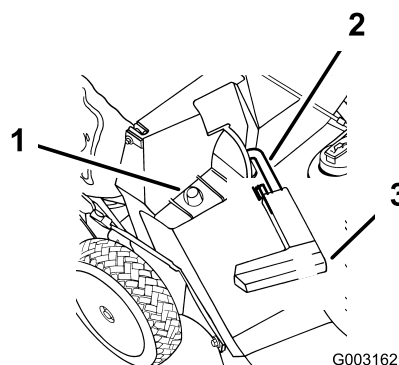

Figura 18
2. Asegúrese de que el tirador de la puerta de descarga está totalmente hacia adelante y que la clavija está situada en el cierre (Figura 18).
3. Coloque el agujero del marco de la bolsa sobre el poste de retención en el conducto de descarga (Figura 18).
2. Levante el tirador de la puerta de descarga y muévalo hacia adelante para que la clavija entre en el cierre (Figura 18).